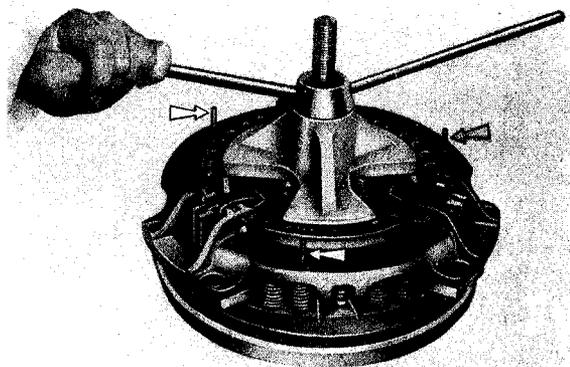

Fig. 2
- 5° Remplacer les 3 vis d'assemblage montées en H 1/1 par les 3 goujons prévus pour cet usage (fig. 2).